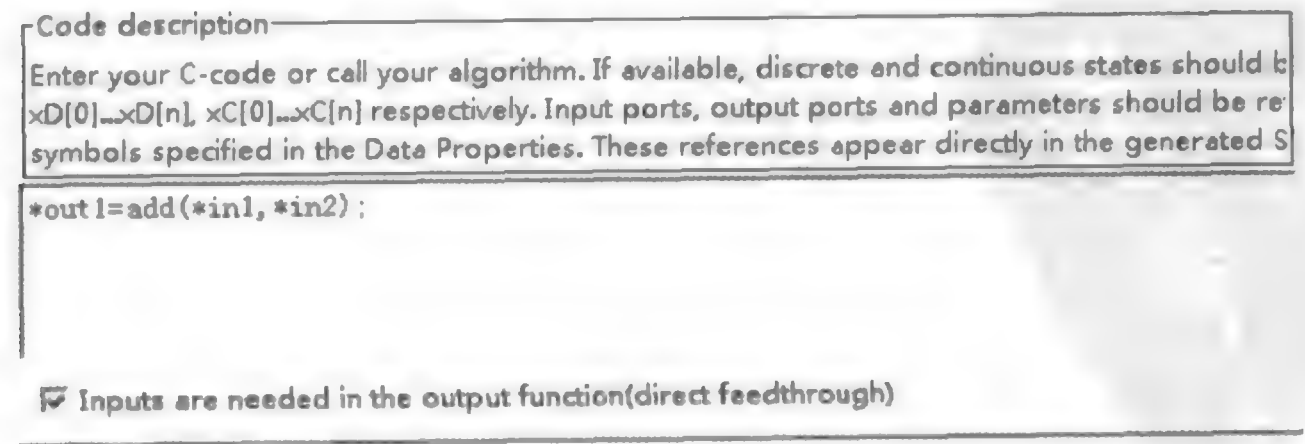

图 4.4.23 输出界面
(5) 在输出界面中写入 *out1 = add(*in1, *in2), 如图 4.4.23 所示。